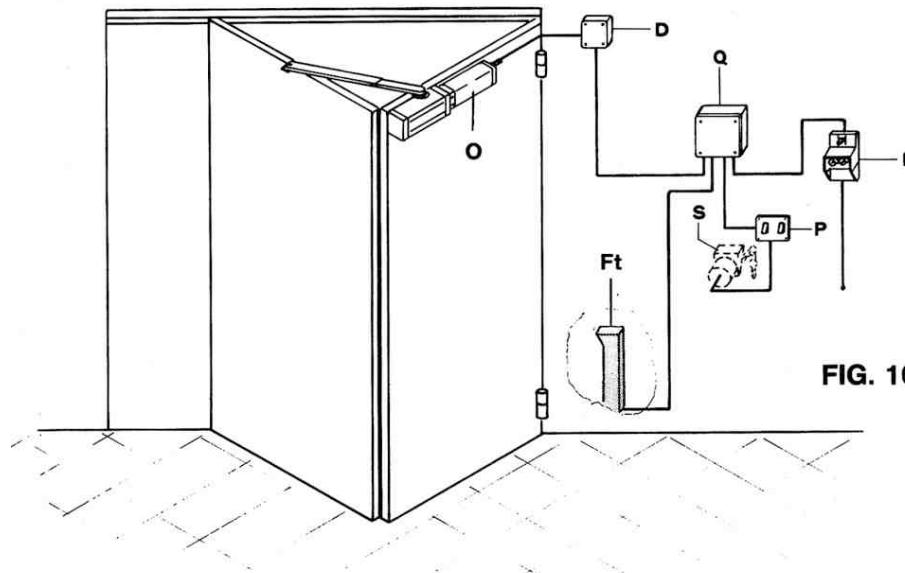

FIG. 10
- La sezione ed il numero dei fili è indicato nel disegno (fig. 10) per lunghezze superiori a 100 mt. aumentare la sezione dei fili.
- La sección y el número de los cables están indicados en el dibujo (fig. 10) para largos superiores a 100 m. aumentar la sección de los cables.
- Der Querschnitt und die Anzahl der Drähte ist in der Zeichnung angegeben (Abb. 10), für Längen über 100 mt den Querschnitt der Drähte erhöhen.